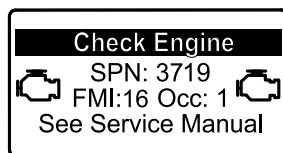

図 45
- 駐車再生が必要になると、インフォセンターにエンジン警告 SPN 3719, FMI 16 図 45 が表示され、エンジン出力が 85% にダウンします。